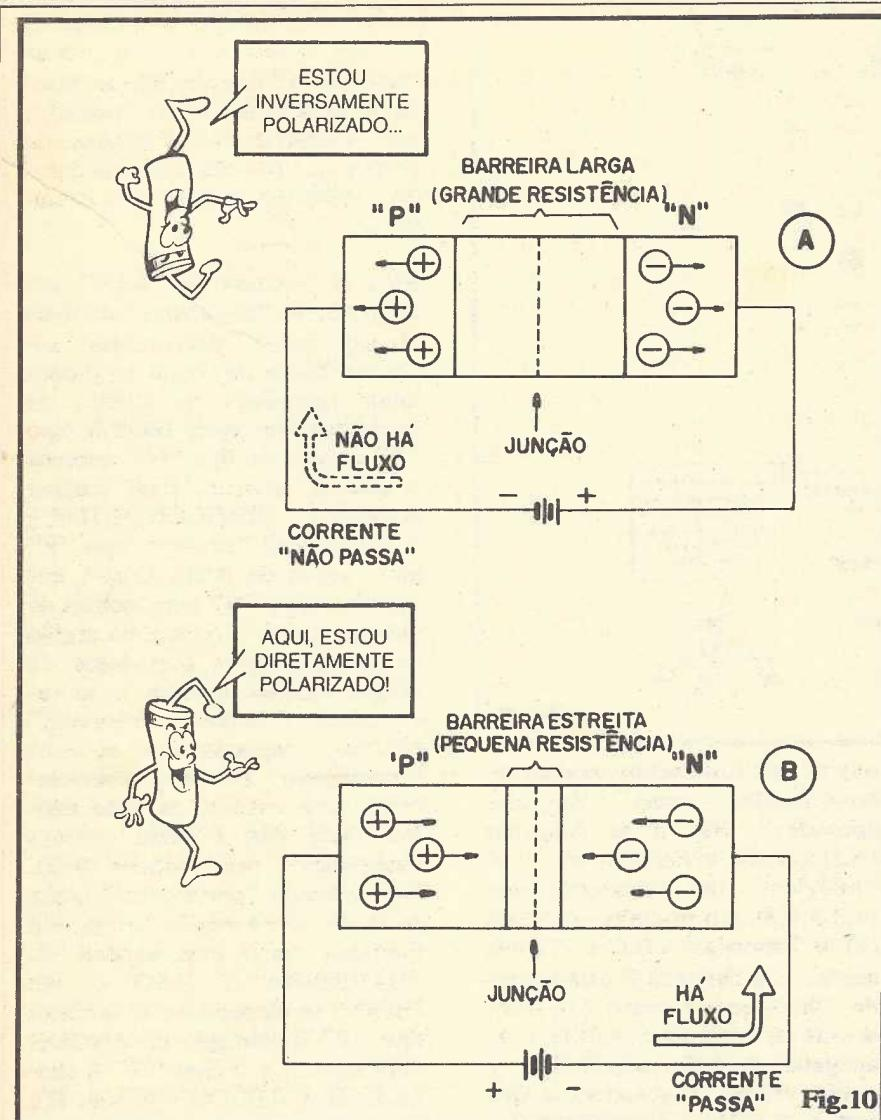

Fig.10
- FIG. 10 - As razões do DIODO permitir a passagem da corrente num sentido, e "proibir" no oposto. Vamos ver duas condições opostas de polarização do DIODO: